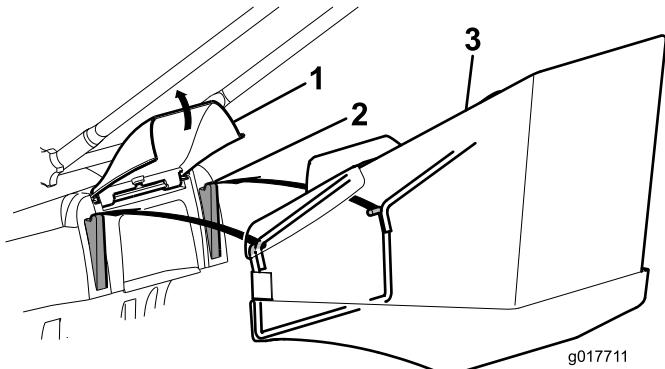
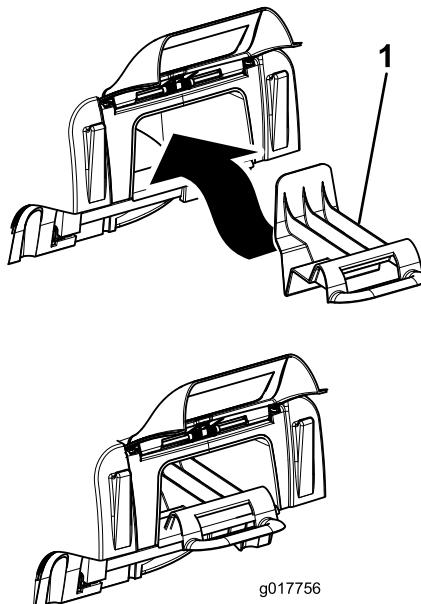

Figure 14
Figure 15
1. Soulevez le volet arrière, retirez l'obturateur de mulching (Figure 15) et placez le bac à herbe sur les ergots (Figure 14).
**Remarque:** Pour passer du mode ramassage au mode recyclage, enlevez le bac à herbe et remettez en place l'obturateur de mulching que vous avez retiré à l'étape 1, puis abaissez le volet arrière (Figure 15).